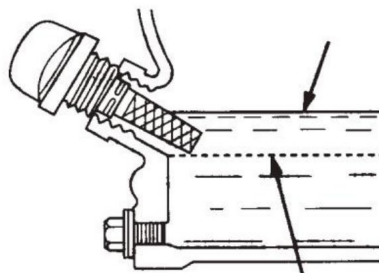

FIG.3
7.2.4 Als het oliepeil laag is (FIG. 3), vul dan tot de rand van de olievlopening met aanbevolen met SAE10W-30 4-taktolie. Maximale oliecapaciteit is 400 cc.